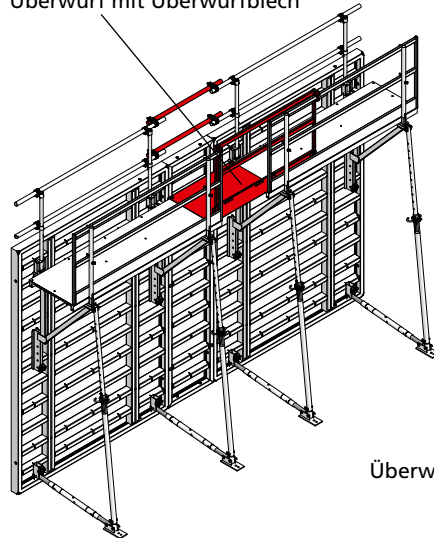

Abb. 29.1
■ Längenausgleich mit Überwurfblechen für Ausgleiche bis 135 cm (Abb. 29.1 und Seite SB-30).